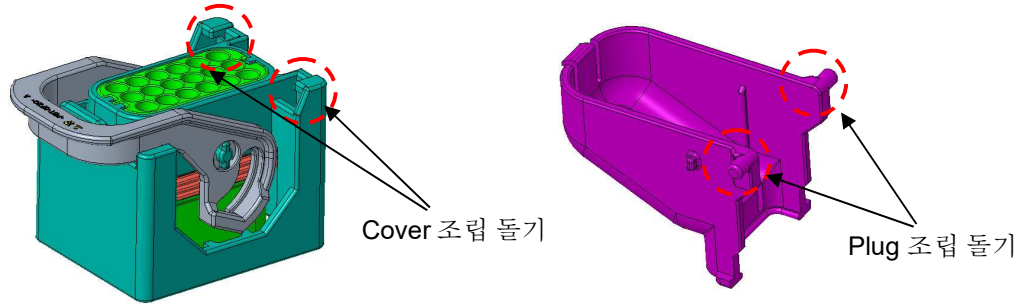

Fig. 10
(1) COVER 조립 돌기와 PLUG ASS'Y의 조립 홀의 위치를 확인 한다.(Fig.10 참조)